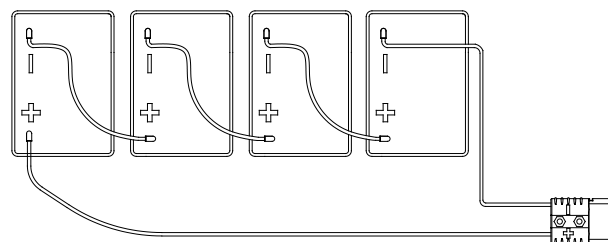

Figura 56
3. La macchina è dotata di cavi della batteria adatti all'installazione di 4 batterie da 6V. Inserire con cura le batterie nello scomparto, quindi installare il cavo della batteria come nella Figura 56, serrare con cura il dado su ciascun terminale della batteria.